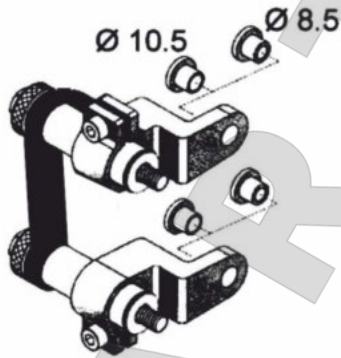

Рисунок 17
**7.4.2** Определите, какие вставки для крепежного адаптера использовать в зависимости от диаметра (см. рис. 17):
**7.4.3** Зафиксируйте крепежный адаптер с помощью оригинальных болтов тормозного суппорта, через резьбовые отверстия для крепления тормозного суппорта (см. рис. 17).